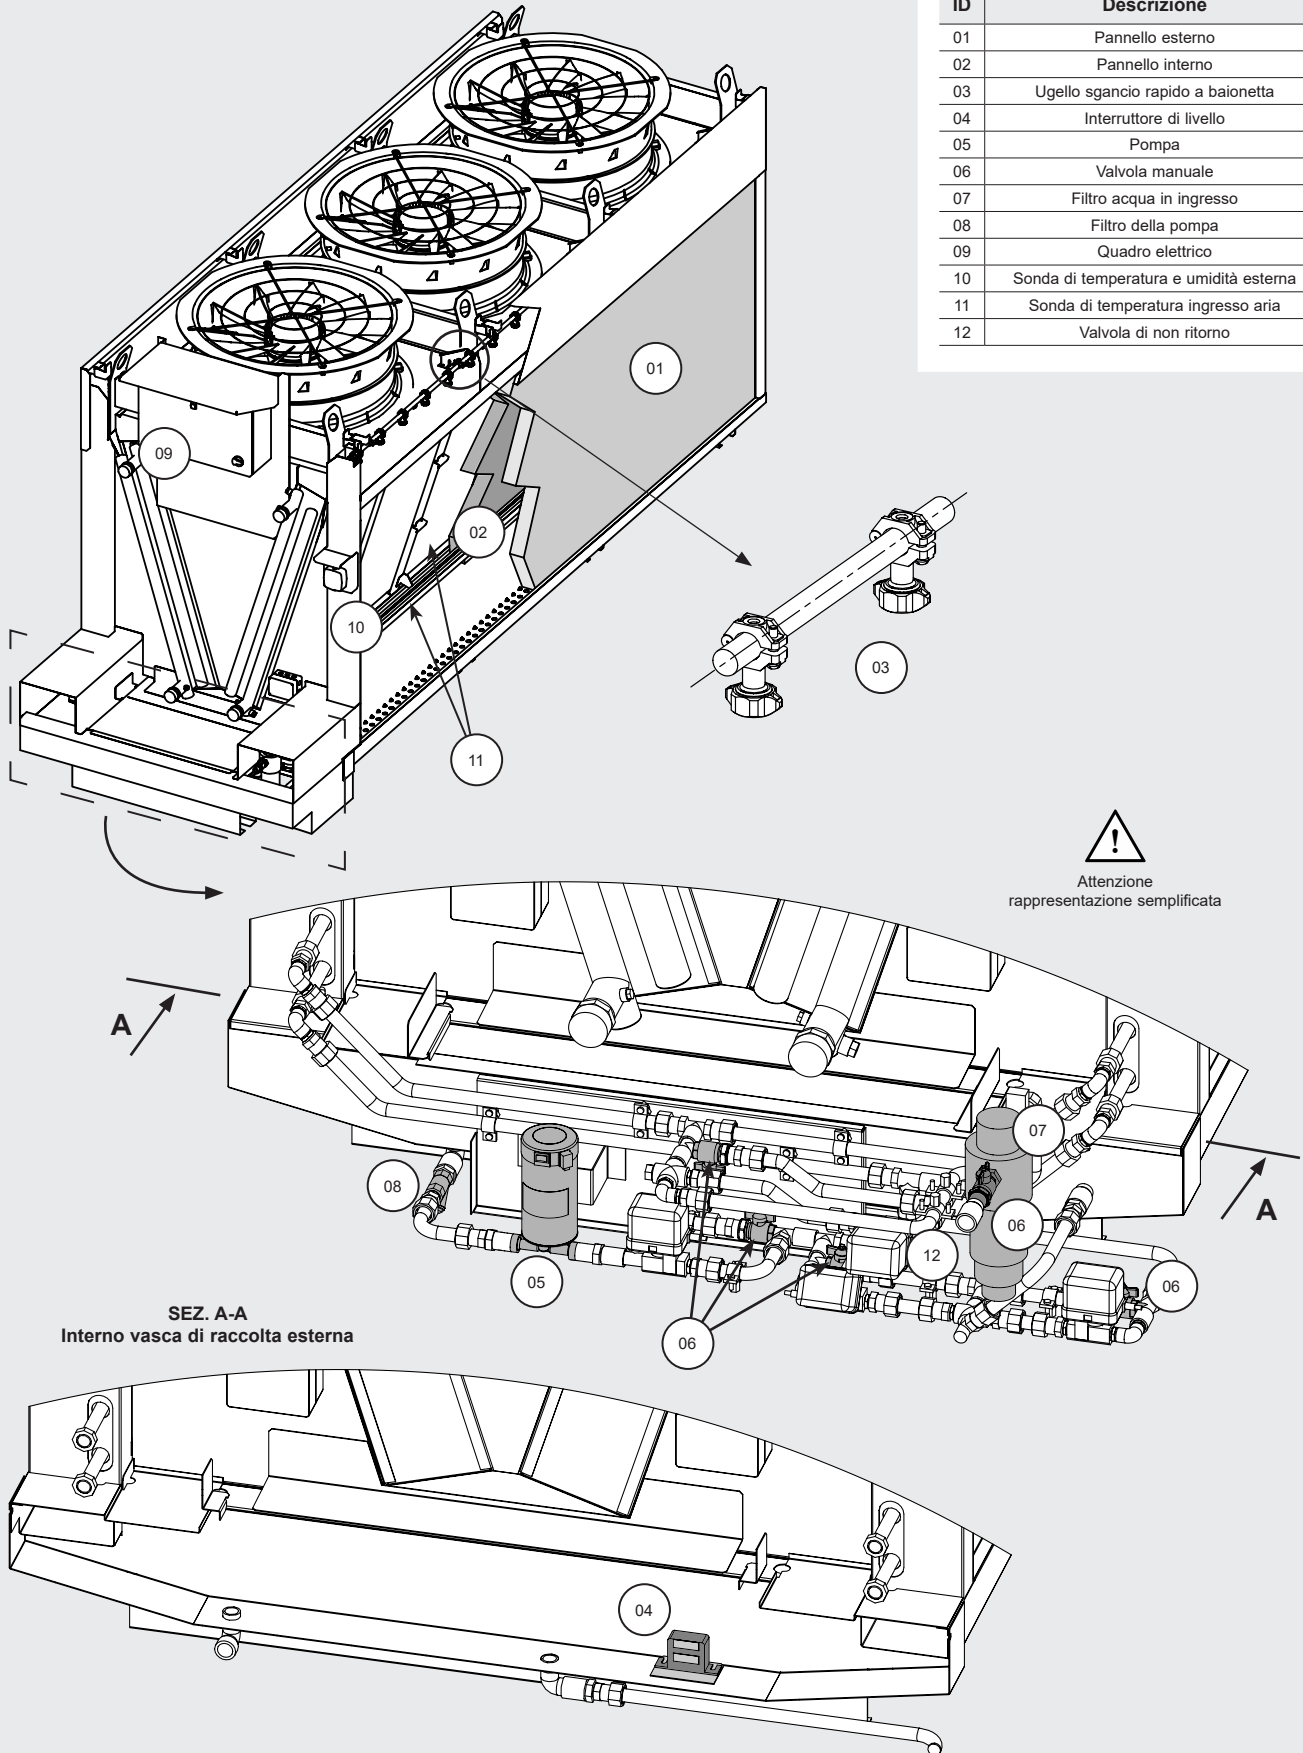

Figura 1
- 2.9.1 Elenco dei componenti: v. Figura 1.